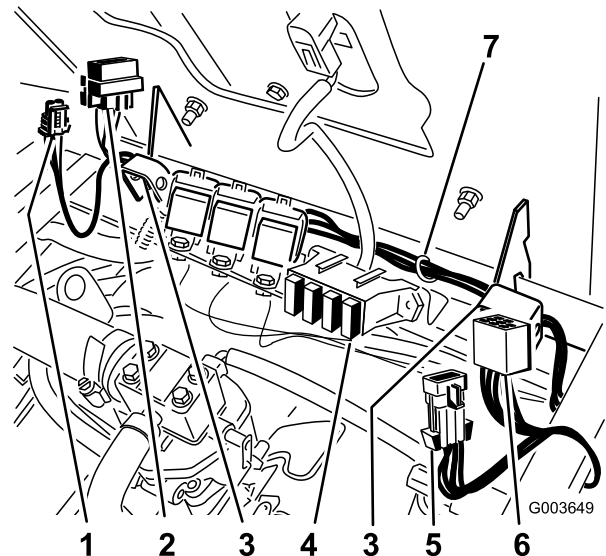

Bild 33
3. Verlegen Sie den Kabelbaum vom Schalter entlang des Sitzscharniers bis zum vorher am Ventil montierten Relais (Bild 33).
Setzen Sie die Sicherung in die rechte Fassung im Sicherungsblock ein (Bild 33).